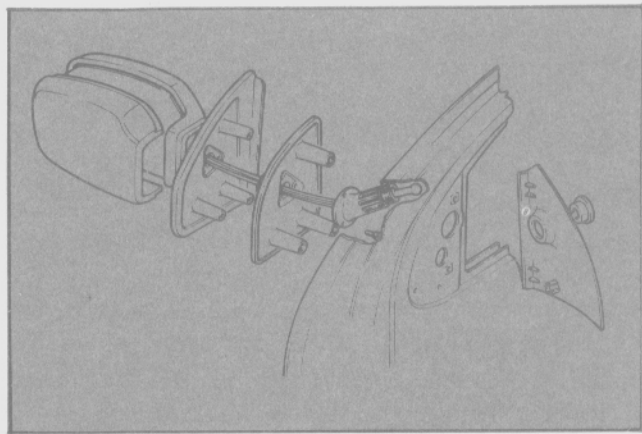

Fig. 48 - Instalación del espejo retrovisor control remoto.
- Extraer los tres tornillos de retención y retirar el espejo retrovisor conjunto (Fig. 48).